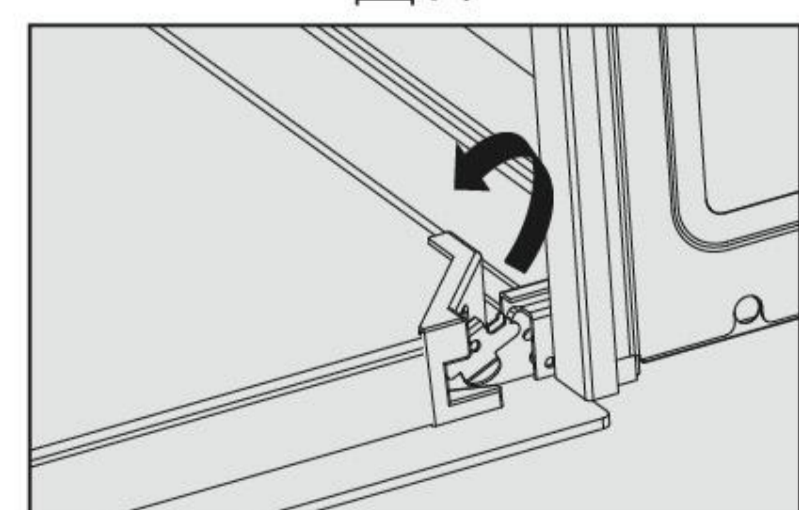

图.2
- 松开铰链上的锁紧夹，然后将它们向上翻，直至它们处于一个翻不动的角度为止（图2）。